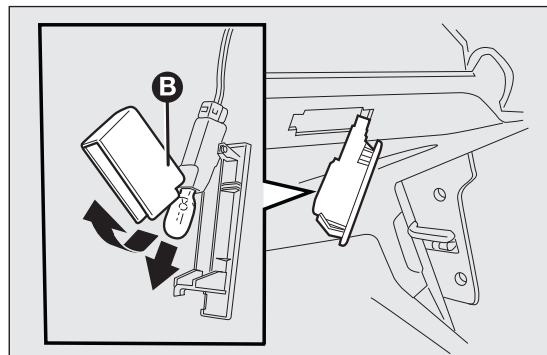

fig. 161
- ☐ abrir la protección B fig. 161 y sustituir la lámpara colocada a presión;